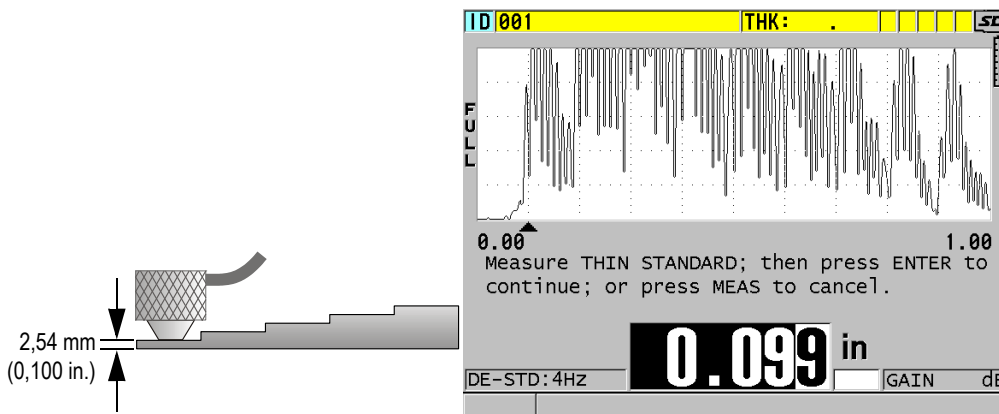

Abbildung 5-5 Justierung des Nullpunkts mit einem 5-stufigen Justierkörper
2. Verfahren Sie zur Justierung des Nullpunktes wie folgt (siehe Abbildung 5-5 auf Seite 77):